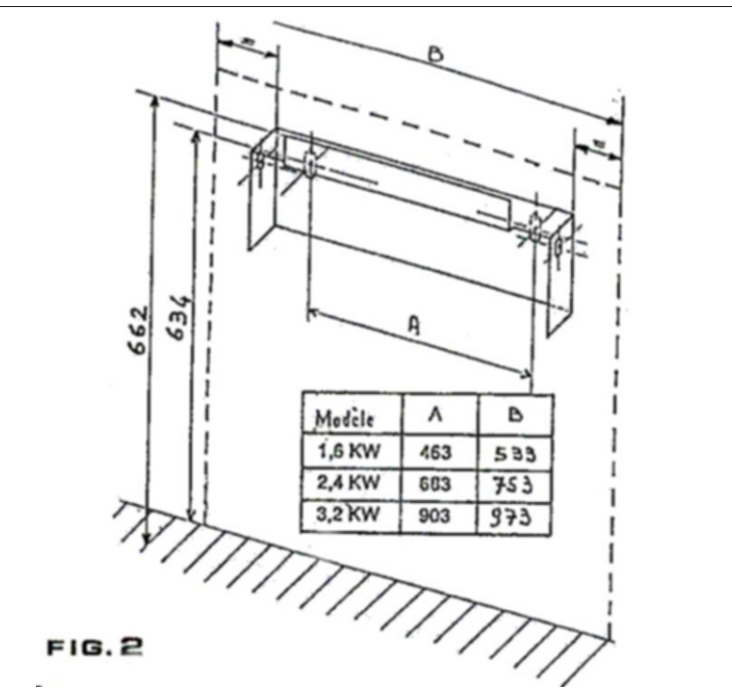

FIG. 2
- Démonter la traverse de fixation murale Fig 2 et la fixer solidement au mur conformément au tableau ci-dessous :